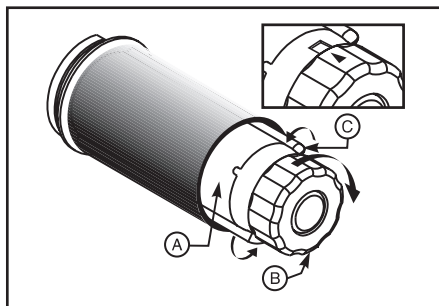

Figura 9
5. Antes de enrolar a fita de impressão em volta da Haste de Avanço da Fita, verifique se a seta (a marcação) do botão está alinhada com a ranhura de entrada (veja a ilustração na Figura 9).
Veja a Figura 9.